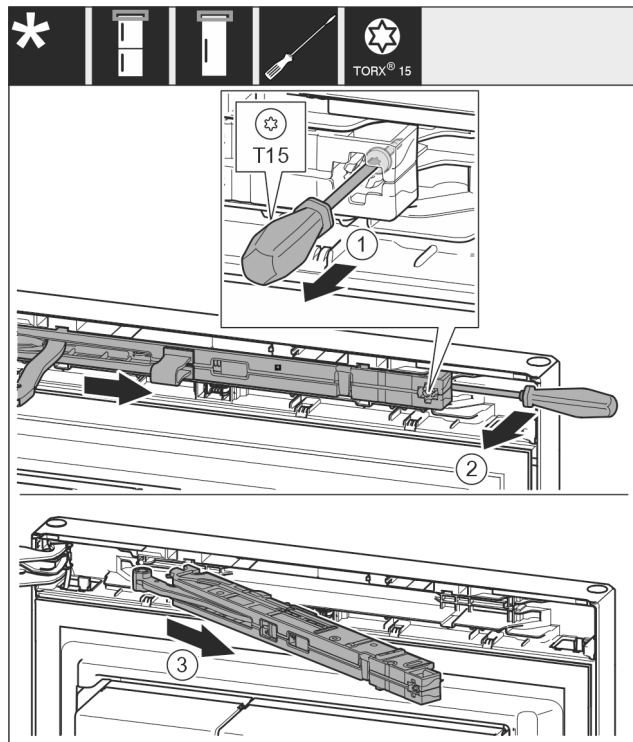

Fig. 12
- Lironi vidën Fig. 12 (1) në njësine e amortizatorit të mbylljes me kaçavidë 14 mm.
- Ngrini lart nga përpara njësine e amortizatorit të mbylljes Fig. 12 (2) në anën e dorezës me një kaçavidë.
- Nxirrni jashtë njësine e amortizatorit të mbylljes Fig. 12 (3).